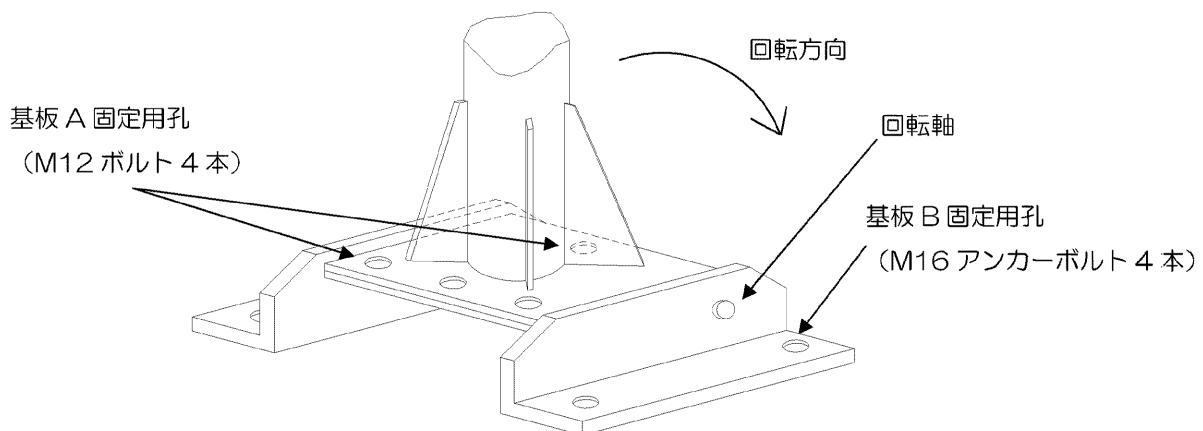

図 2 風向灯基板部
3. 図 2 に示す本体下部の基板 B の 4箇所の孔 ($\phi 18$: M16 ボルト 4 本用) をアンカーボルトに合わせて固定してください。ポールは基板のヒンジ方向に倒れますので、ポールが倒れる方向に吹き流しやランプ交換作業を行うスペースが確保できるように、設置してください。
4. 基板 A の固定ボルト (M12 ボルト 4 本) を外してポールの中間にある支持棒を確実に引き出し、図 2 の回転軸を中心に矢印方向にポールをゆっくり倒してください。詳細は 3-2 [ポールの倒しかた] をご参照ください。
1. 基板 A を基板 B に固定しているボルト (M12 ボルト 4 本) を外して倒してください。(図 2 参照)